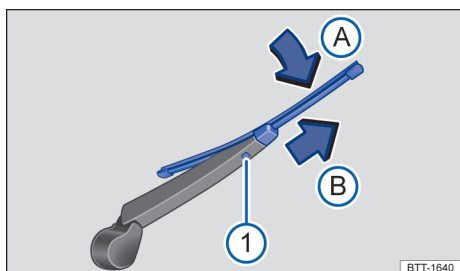

图 115 更换后风窗玻璃刮水片
- 按住分离按钮 → 图 115 ①。
- 从刮水器臂上沿 → 图 115 (箭头 A) 的方向翻开刮水片，同时沿箭头方向 (B) 拉出刮水片。可能需用点力方可拉出刮水片。
- 将**长度和结构均相同**的新刮水片逆箭头方向 → 图 115 (B) 插到刮水器臂上，直至其卡定。此时刮水片须处于翻开位置 → 图 115 (箭头 A)。